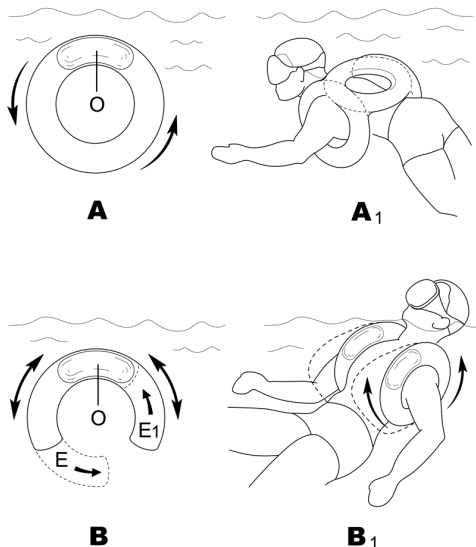

fig. 12
Le Master Jacket est très différent de tous les autres modèles du fait de son contrôle de flottabilité en « équilibre tridimensionnel », quelle que soit la séquence des mouvements ou dans quelle position le mouvement commence sous l'eau, l'air qui est à l'intérieur ne peut pas provoquer de mouvements de rotation, ce qui déstabiliserait le plongeur (fig. 12-A).
Cette caractéristique provient du design spécifique de l'enveloppe intérieure, qui utilise trois cercles ou passages interconnectés, qui permettent à l'air de circuler sans obstruction (fig. 12-A1). Si le cercle est interrompu (fig. 12-B), une rotation de l'anneau 9 lui-même, qui amènerait une des extrémités (E ou E1) au point le plus haut (là où la bulle (O) se trouve) ferait s'arrêter la rotation. Si l'anneau n'est pas interrompu, cependant, la rotation peut continuer jusqu'à atteindre la configuration la plus stable. Cela garantit non seulement un niveau de confort inégalé au cours de la plongée, mais aussi que le plongeur se retrouve avec le visage en haut lorsqu'il est en surface, même dans le cas où il aurait perdu connaissance, ce qui donne un niveau supplémentaire de sécurité. Pour cette raison principalement, le Master Jacket a été testé et certifié comme étant l'unique CRBD au monde (Combined Buoyancy Rescue Device – Appareil de Flottabilité et de Secours) : cela signifie qu'il peut être utilisé comme gilet stabilisateur sous l'eau ainsi que comme gilet de sauvetage sur le bateau.